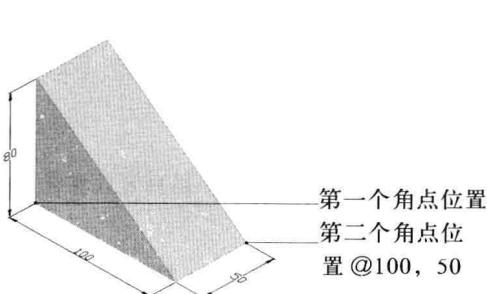
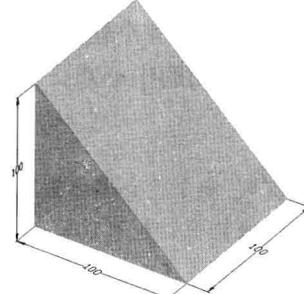

图 8-2-11
图 8-2-12
- (3) 命令行提示“指定其他角点或 [立方体(C)/ 长度(L)]”，输入“@100, 50”，按Enter键，指定了楔体底面对角点坐标位置。
- (4) 命令行提示“指定高度或 [两点(2P)]”，输入“80”，按Enter键，效果如图8-2-11所示。
- (5) 单击“楔体”按钮，在视图中单击，确定楔体底面一个角点的位置。
- (6) 命令行提示“指定其他角点或 [立方体(C)/ 长度(L)]”，输入“c”，按Enter键。
- (7) 命令行提示“指定长度”，输入“100”，按Enter键，效果如图8-2-12所示。